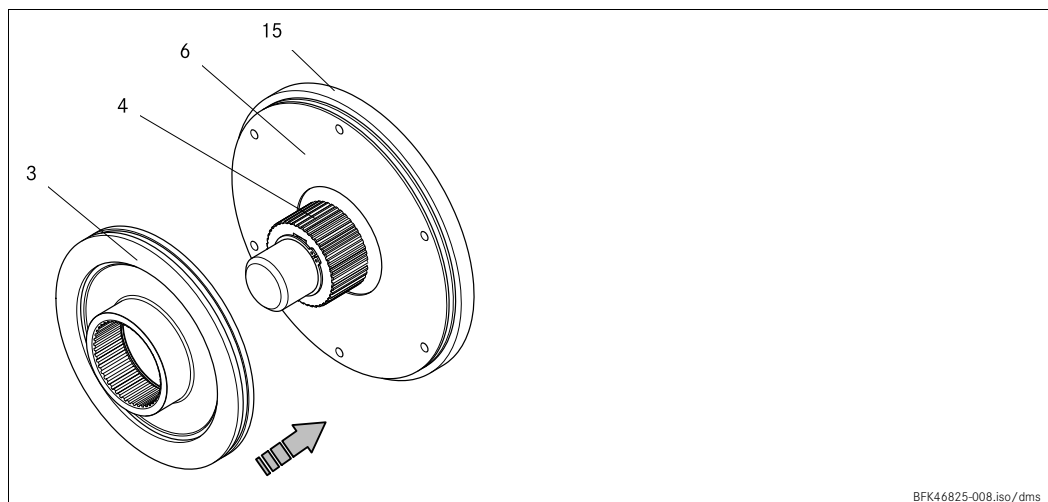

Abb. 7 Montage der Bremse
1. Rotor (3) auf die Nabe (4) schieben und prüfen, ob er von Hand verschiebbar ist (Abb. 7).